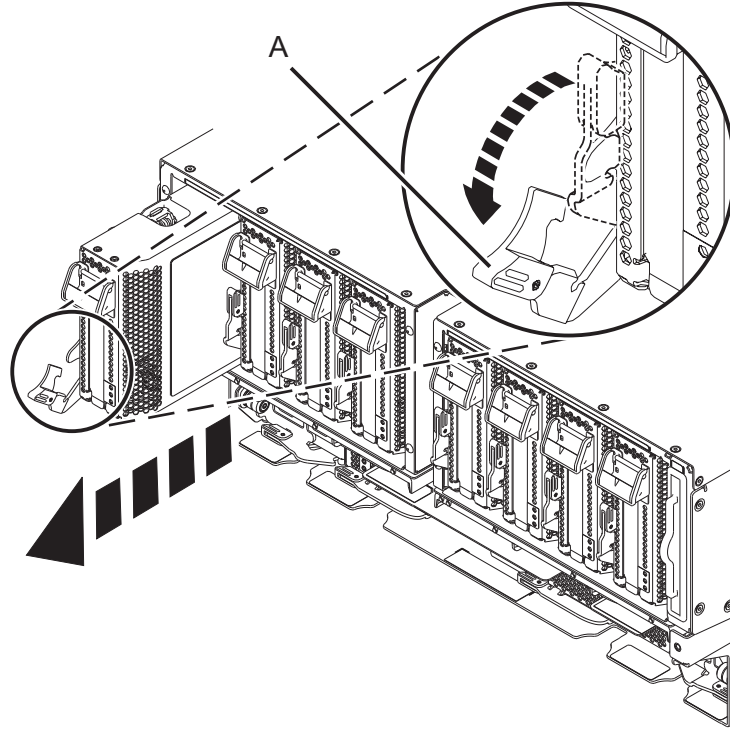

Figura 14. Extracción de una casete de adaptador PCIe del sistema
- b. Gire el asa de terracota de la casete (**A**) en la dirección que se muestra en la Figura 14 en la página 15 y, a continuación, presione el asa (**A**) para desenganchar el casete de los conectores de ranuras.